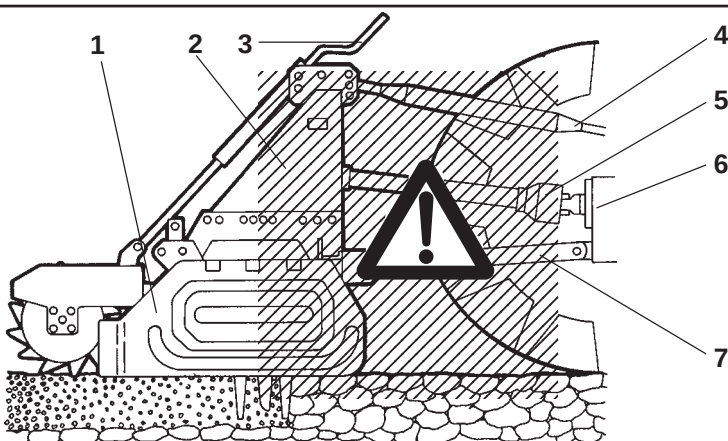

Fig. 2
- 24) *It is absolutely forbidden to stand between the tractor and the implement (Fig. 2) when the engine is running and the cardan shaft is engaged without having first engaged the hand brake and placed a block or stone under the wheels to prevent them from moving.*
- 24) Es ist absolut verboten, bei laufendem Motor und eingeschalteter Gelenkwelle zwischen den Schlepper und das Gerät zu treten (Abb. 2). Dazu muß die Feststellbremse gezogen werden und unter die Räder ein Bremskeil oder ein großer Stein gelegt worden sein.
- 24) *Il est absolument interdit de se mettre entre le tracteur et l'appareil (Fig. 2) quand le moteur est en marche et le cardan enclenché, sans avoir tiré le frein de stationnement et bloqué les roues avec une cale ou un caillou.*
- 24) Está terminantemente prohibido colocarse entre el tractor y el equipo (Fig. 2) con motor encendido y cardán inserido, o sin haber accionado el freno de estacionamiento y de colocar, debajo de las ruedas, una piedra u otro elemento de bloqueo.
- 28) È assolutamente vietato interporci fra il trattore e l'attacco dell'erpice per manovrare il comando dall'esterno per il sollevamento (Fig. 2).
- 28) *It is absolutely forbidden to stand between the tractor and the implement when manoeuvring the lift control from the outside (Fig. 2).*
- 28) Es ist absolut verboten, zwischen den Schlepper und den Anschluß zu treten, um die Aushebung von außen zu betätigen (Abb. 2).
- 28) *Il est absolument interdit de se mettre entre le tracteur et l'attelage pour manoeuvrer la commande de relevage de l'extérieur (Fig. 2).*